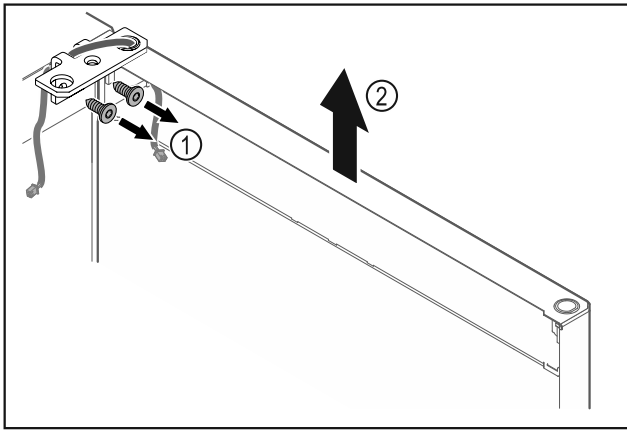

Fig. 13
- Dévisser l'équerre de la charnière Fig. 13 (1).
- Soulever la porte (équerre de charnière incluse) Fig. 13 (2) d'environ 200 mm et la retirer.